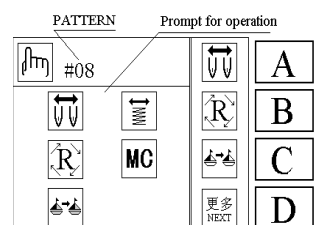
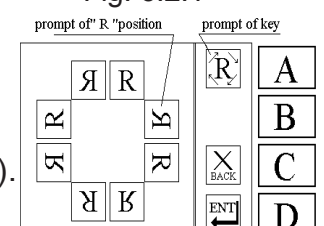

Fig. 6.2.1
Fig. 6.2.2
1. Enquanto exibindo o estado de espera pressione a tecla  uma vez para mostrar a Fig.6.2.1.
2. Na Fig. 6.2.1, pressione a tecla **B** uma vez para mostrar a Fig.6.2.2. Oito “R”s representam oito posições de imagem de espelho para serem selecionadas.
3. Na Fig.6.2.2, após pressionar a tecla A , o cursor se moverá sobre oito “R”s que representam respectivamente oito posições de desenho em ordem, podendo assim ser selecionado o desenho desejado.
4. Na Fig.6.2.2, pressione a tecla **D** para completar a definição da direção do desenho, voltando automaticamente para a tela da etapa 2 (Fig.6.2.1).